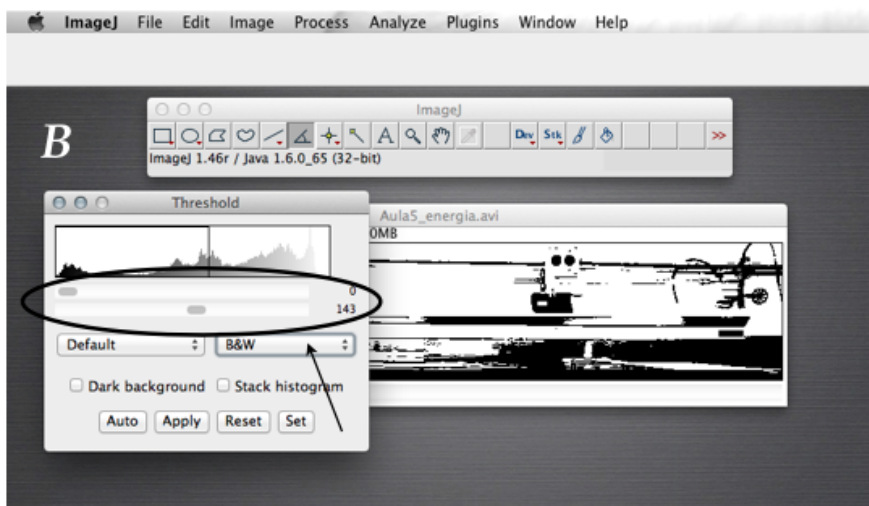
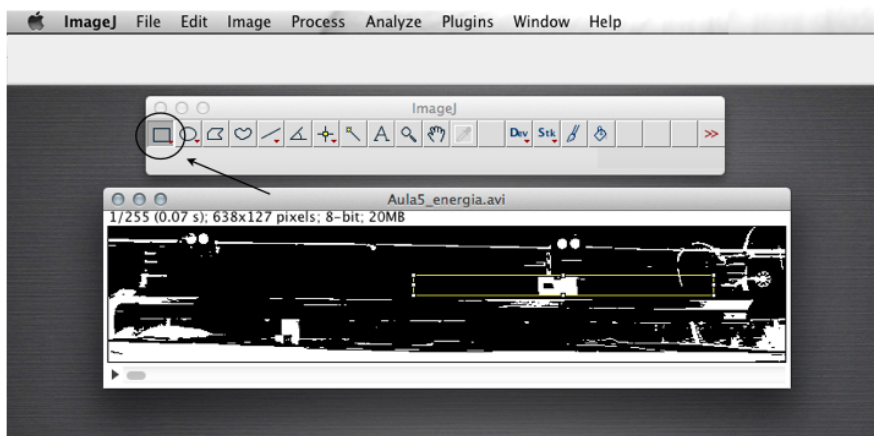

Figura E.10: ImageJ: ajuste do limiar.
Figura E.11: ImageJ: seleção da região de movimento do carrinho.
7. O próximo passo é na mesma janela ("Threshold") e consiste de ajustar os valores do limiar inferior e superior (ver Figura E.10) para que a imagem fique com o carrinho branco e a marca sobre ele em preto (ver Figura E.11). Esta marca (agora) preta é a referência que o programa vai utilizar para poder determinar a posição do carrinho. Passe o filme para verificar que isto é verificado para todos os quadros. Considerar que é muito importante que a referência preta sempre fique rodeada por uma região branca correspondente ao carrinho.
8. A região retangular onde a referência preta sobre o carrinho vai se movimentar deve ser selecionada. Para isto, escolha o botão de seleção "Retangular" (circulo na Figura E.11), que fica na barra de ferramentas do programa ImageJ e movimente o cursor para marcar sobre a imagem a região desejada, como se mostra na Figura E.11. O retângulo amarelo deve ser o menor possível sempre tendo em conta que a referência preta nunca encoste neste. Passe o filme e verifique que isto não acontece e que dentro deste retângulo a referência preta sempre fica rodeada de branco e é a única região com estas características.